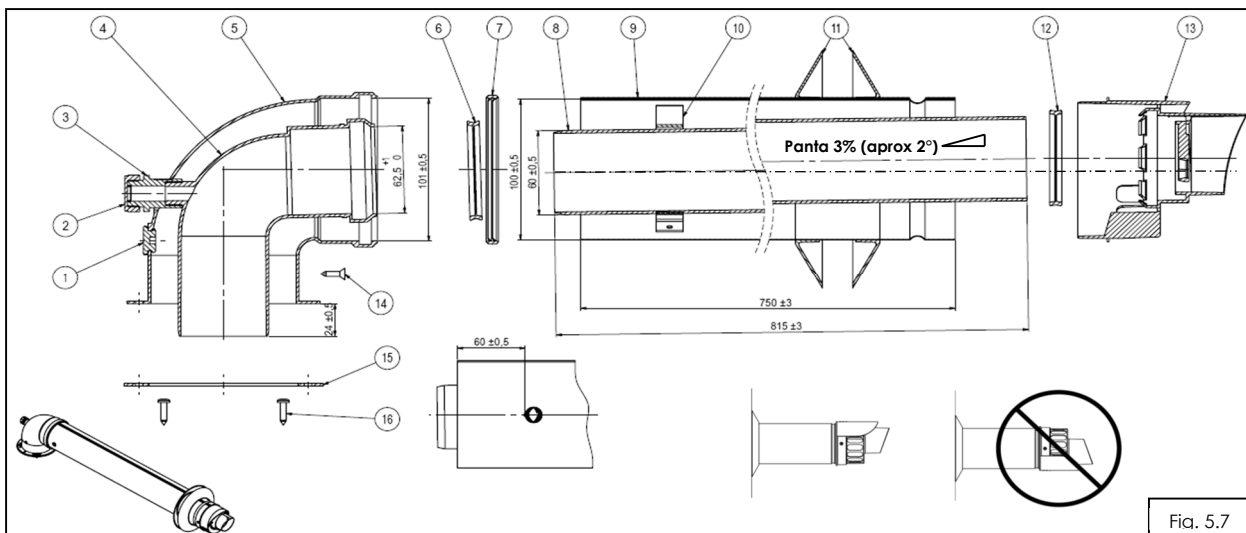

Fig. 5.7
#### 5.7.1 Utilizare kit coaxial condensare (tub interior plastic)-fig.5.7
**Kitul de admisie-evacuare coaxial, fig.5.7 se livreaza impreuna cu centrala.** Evacuarea gazelor se face printr-un tub cu diametrul Ø60mm, coaxial cu tubul de admisie a aerului de diametrul Ø100 mm.